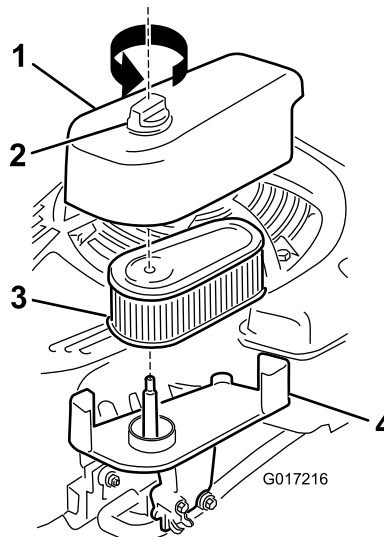

Рисунок 31
1. Ослабьте фиксатор и снимите крышку воздушного фильтра (Рисунок 31).